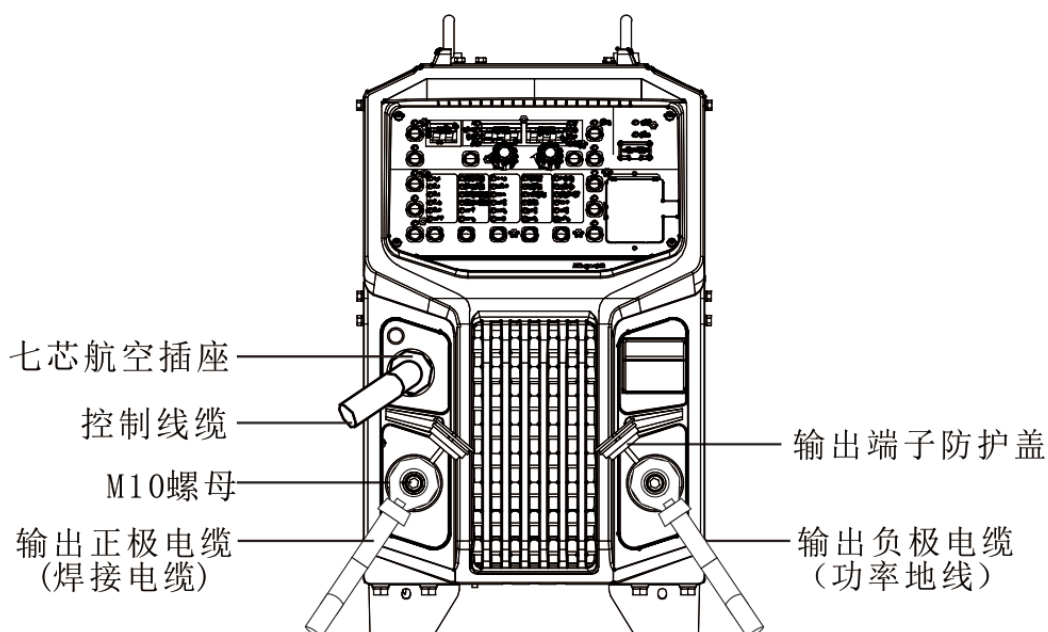

图2-2 焊接电源输出电缆连接示意图
4. 用内六角扳手将 M10 螺钉拧紧。连接完毕后如图 2-2 所示。
3. 电缆连接完毕后如图 2-2 所示。
1. 将功率地线一端紧固到负极输出端子上，另一端紧固到工件上，如图 2-2 所示